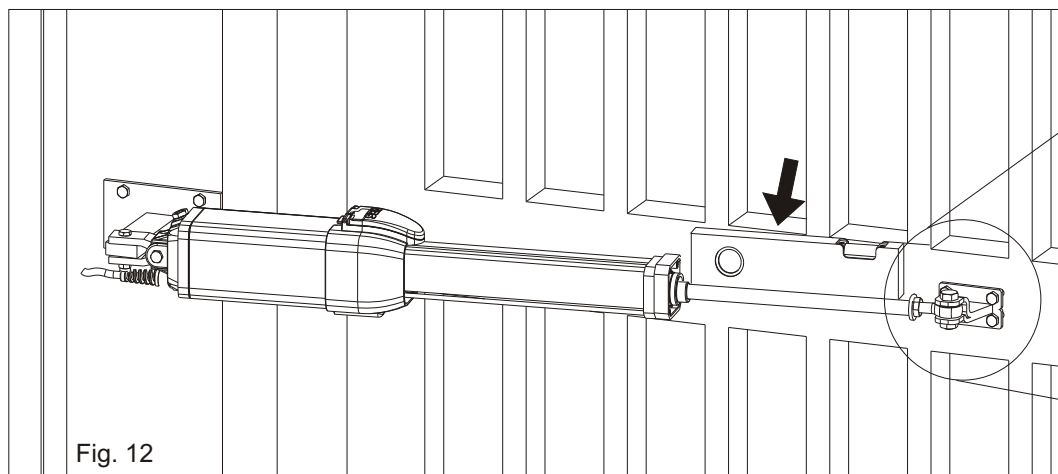

Fig. 12
Le support doit être positionné de façon que l'opérateur est parfaitement horizontal (Fig. 10 ,Fig.12).
- 4) Positionner l'opérateur de façon parfaitement horizontal donc marquer la position de l'attaque antérieur (Fig. 12)